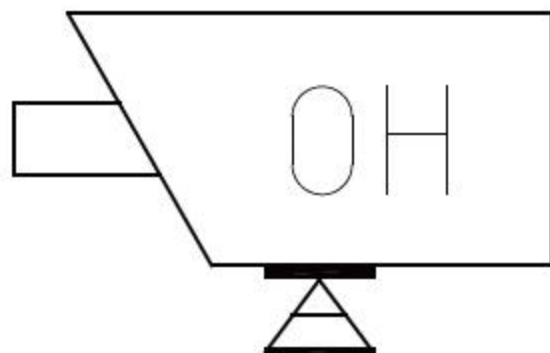

图7-37 插入属性块
- 04 单击【确定】按钮，即可插入属性图块，如图7-37所示。